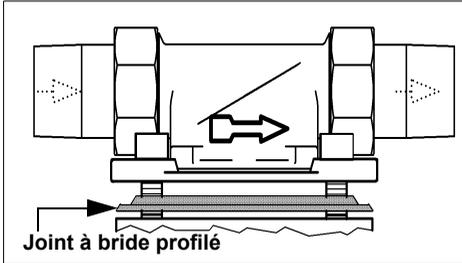

Fig. 5 : Bride rotative de montage
**La bride rotative de montage doit être installée dans le sens d'écoulement. Celui-ci est indiqué par une flèche moulée dans le matériau (cf. fig. 5).**
Le profil du joint à bride profilé doit être dirigé vers la bride rotative (cf. fig. 5). Si tel n'est pas le cas, des défauts d'étanchéité et des fuites d'eau peuvent s'ensuivre. Ce qui peut alors provoquer des dégâts des eaux au bâtiment et à l'installation.